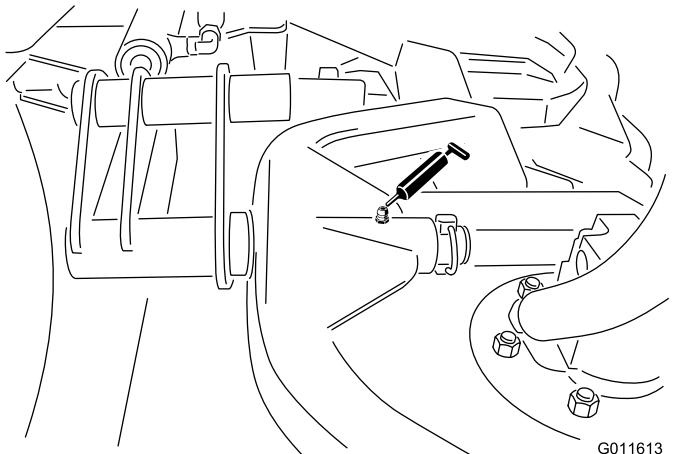

Рисунок 31
- Шарниры несущей рамы режущего блока (по 1 шт.) — Рисунок 31